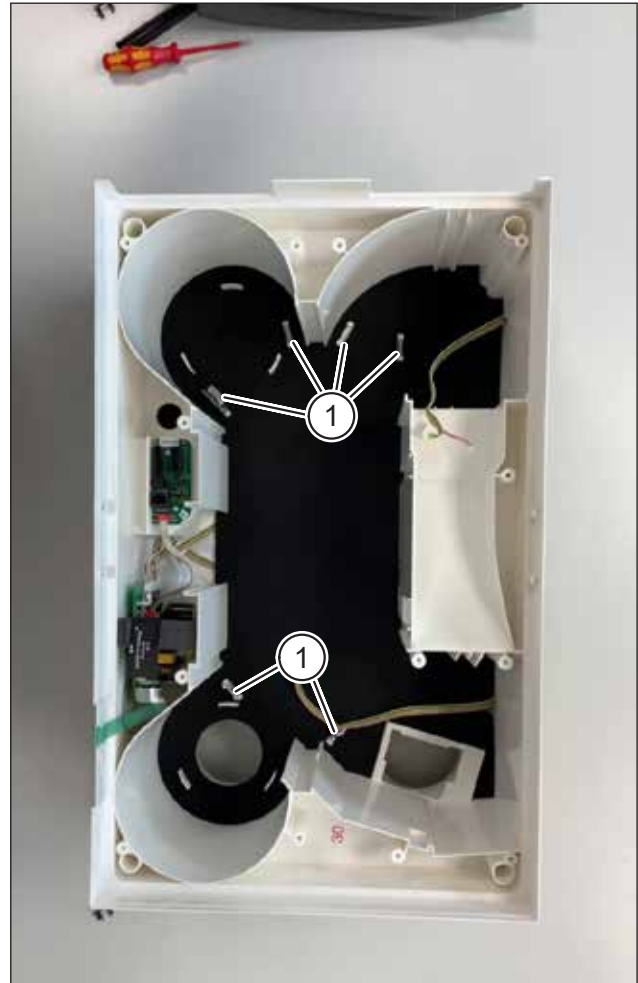

Abb. 6: Sensoren entfernen
- ▶ Nehmen Sie die Sensoren (Pos. 1 in Abb. 6) aus den Halterungen.
| Sensoren | Elektr. Komponente | Pos. 1 in Abb. 6 |